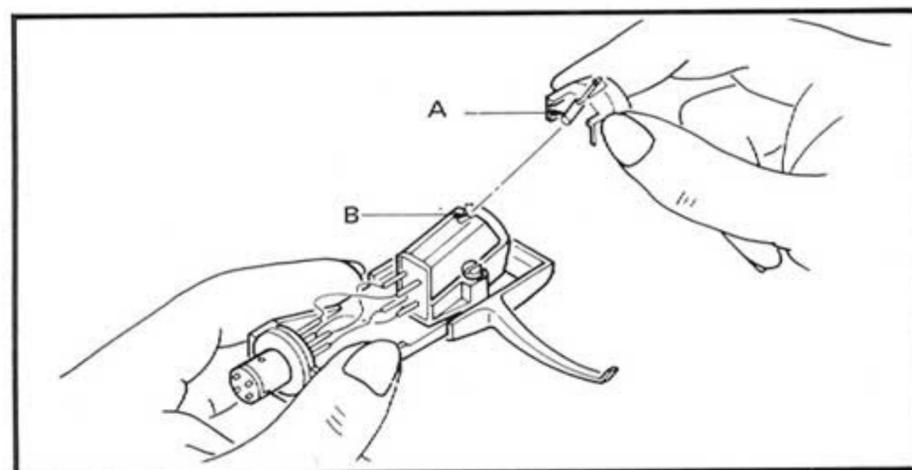

Fig. 22 Abb. 22
●Stylus replacement (Fig. 22)
- **Auswechseln der Abtastnadel** (Abb. 22)
- **Remplacement de la pointe de lecture** (Fig. 22)